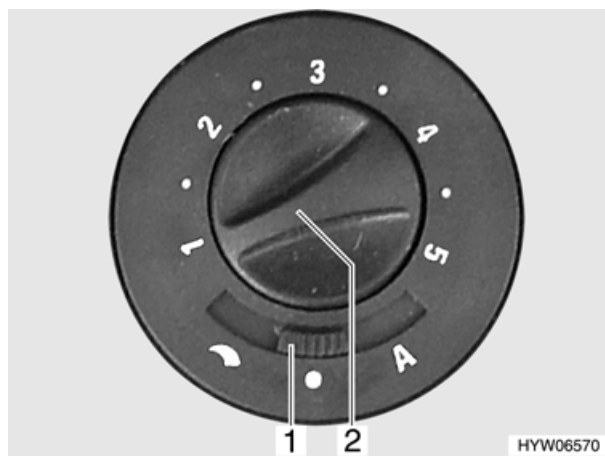
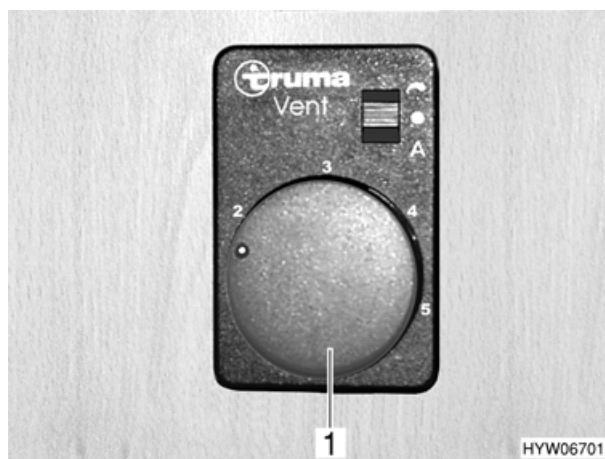

Fig. 71 Interruttore di comando per la ventola di ricircolo dell'aria (variante 1)
Fig. 72 Interruttore di comando per la ventola di ricircolo dell'aria (variante 2)
- Impostare con la manopola (Fig. 71,2 o Fig. 72,1) la prestazione desiderata della ventola di ricircolo dell'aria.